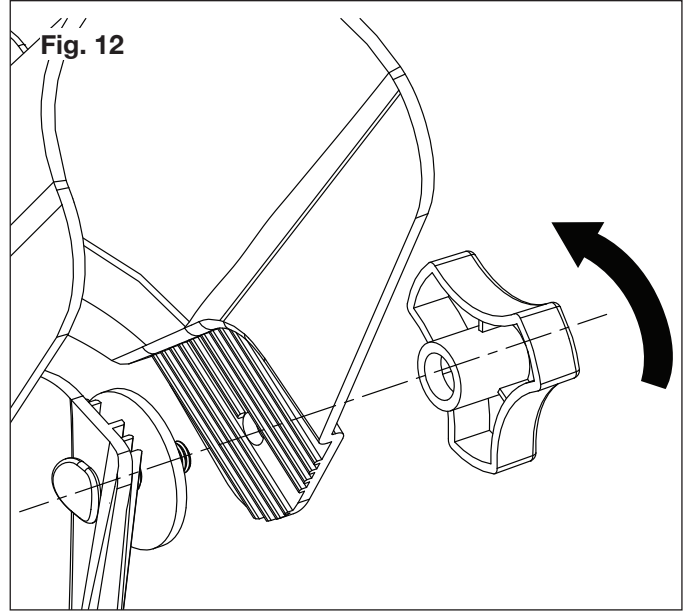

Fig. 12
2. Placez le déflecteur de goulotte sur la goulotte d'éjection et alignez les trous en plaçant la rondelle entre le déflecteur et la goulotte (Fig. 12).